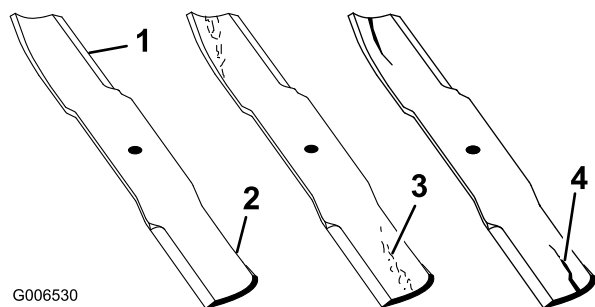

図 25
4. ブレードの切っ先を注意深く観察、特に、直線部と曲線部が交わる部分をよく観察する（図 25）。
**注** この、直線部と曲線部の交差域は、砂などによる磨耗が進みやすい部分なので、機械を使用する前によく点検することが必要である。磨耗している場合（図 25）は、ブレードを交換する；「カッティングブレードの取り外し」を参照。
ブレードの磨耗を放置すると、ブレードのセール部と平坦部との間に割れ目が発生する（図 25）。この割れ目が拡大すると、最終的にはブレードがちぎれてハウジングの下から飛び出し、これがオペレータや周囲の人に重大な人身事故となる。